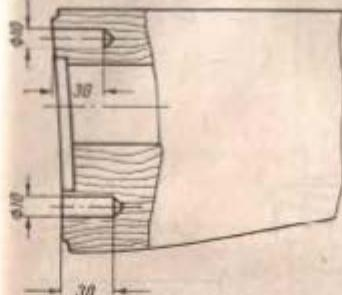
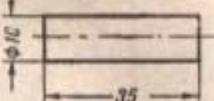

Рис. 100. Рассверловка в прикладе гнезд для пробок
Рис. 101. Заготовка пробки
(1) Рассверлить в прикладе гнезда для пробок до диаметра 10 мм (рис. 100), изготовить пробки (рис. 101), поставить их на клей в гнезда и обработать заподлицо с прикладом, затем по отверстиям в затылке про-